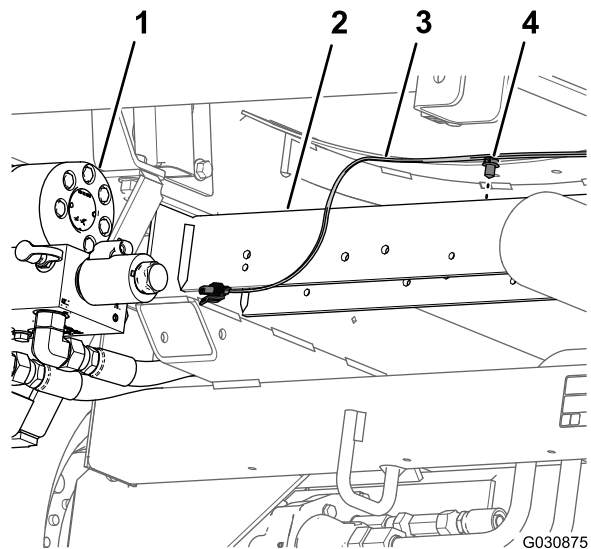

Figure 26
6. Retirez les fixations à pression qui fixent le faisceau arrière (Figure 26) dans les trous du tube transversal arrière (vers l'arrière des moteurs de traction hydrauliques).